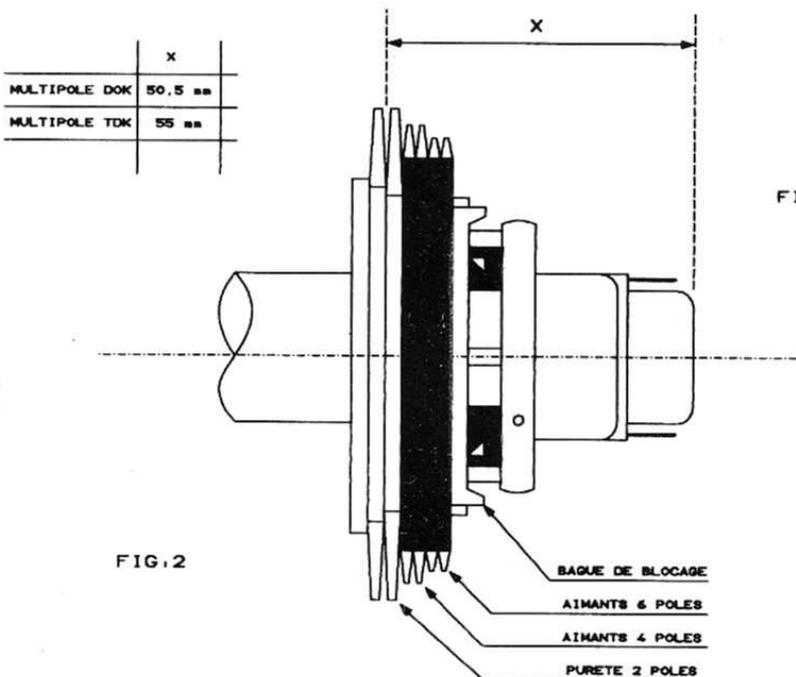

FIG. 2
- Contrôler le positionnement sur le tube de l'unité multipôle (Fig 2).
- Au moyen des deux aimants 4 pôles, superposer les traces rouges et bleues au centre de l'écran (Fig 2).
- Au moyen des aimants 6 pôles (Fig 2), superposer les traces "rouge-bleue" et "verte" au centre de l'écran.
- Bloquer les aimants de l'unité multipôle à l'aide de la bague de blocage (Fig 2).
- Régler la bobine 5204 pour éliminer le signal résiduel "bleu" (voir Fig 2).